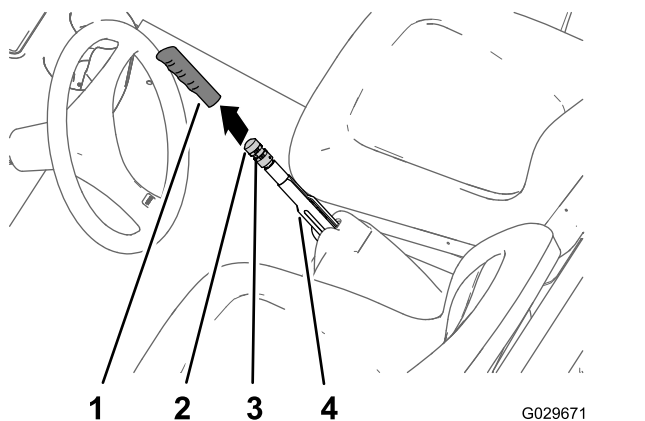

Рисунок 65
1. Снимите рукоятку с рычага стояночного тормоза (Рисунок 65).
2. Ослабьте установочный винт, который крепит ручку регулировки тормоза к рычагу стояночного тормоза (Рисунок 65).
3. Поворачивайте ручку регулировки тормоза до тех пор, пока усилие, требуемое для приведения в действие рычага стояночного тормоза, не достигнет 133-156 Н (Рисунок 65).
4. Затяните установочный винт и установите рукоятку на рычаг (Рисунок 65).
2. Ослабьте установочный винт (Рисунок 65), который крепит ручку регулировки тормоза к рычагу стояночного тормоза, выключите стояночный тормоз и ослабьте ручку регулировки тормоза.
5. Поворачивайте ручку регулировки тормоза (Рисунок 65) до тех пор, пока усилие,
- С. Поворачивайте ручку регулировки тормоза (Рисунок 65) до тех пор, пока усилие, требуемое для приведения в действие рычага стояночного тормоза, не достигнет 133–156 Н.
- Затяните установочный винт и установите рукоятку (Рисунок 65).